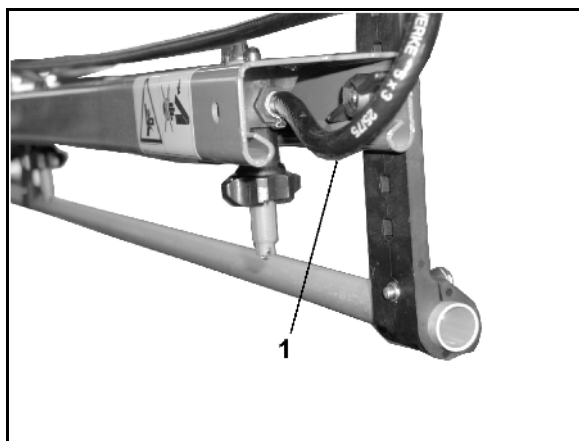

Fig. 85
Les capteurs à ultrasons (Fig. 85/1) mesurent la distance par rapport au sol ou aux plantes. En cas d'écart unilatéral par rapport à la hauteur souhaitée, le DistanceControl commande la correction d'assiette pour adapter la hauteur. Si la pente monte des deux côtés, le réglage en hauteur relève l'ensemble de la rampe.
- voir Fig. 85